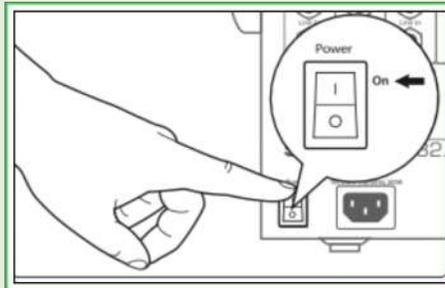

Imagen 24. Botón de on/off.
2. Encender la consola de audio. El botón **on/off** se encuentra en la parte posterior derecha (imagen 24).